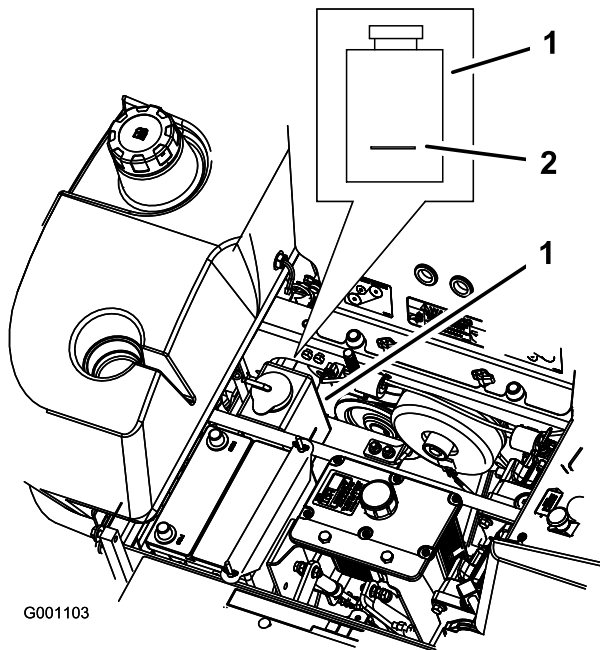

Figura 83
3. Com o motor frio, verifique o nível do vaso de expansão. O fluido tem de estar até à indicação no exterior do vaso de expansão (Figura 83).
4. Se o nível do líquido de arrefecimento for baixo, adicione uma mistura 50/50 de anticongelante de maior duração/Dex-Cool® e água no vaso de expansão (Figura 83).
5. Adicione a mistura de líquido de arrefecimento 50/50 no vaso de expansão e encha até à linha indicadora no depósito (Figura 83).